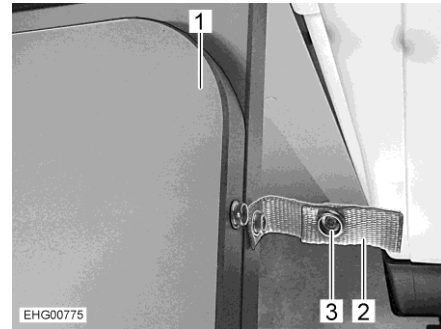

Bild 54 Låsrem
- Lossa tryckknappen (Bild 54,3) på låsremmen (Bild 54,2).
- Fäll ut bordsskiveförlängningen (Bild 54,1).
- Fäll in bordsskiveförlängningen (Bild 54,1).
- Säkra bordsskiveförlängningen med låsremmen (Bild 54,2).